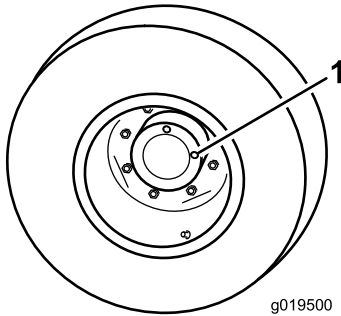

Figure 102
1. Amenez la machine sur une surface plane et horizontale, tournez la roue de sorte à placer un bouchon de contrôle à la position 12 heures et l'autre à la position 3 heures (Figure 102).
1. Bouchon de contrôle/vidange (2)
2. Retirez le bouchon qui est à la position 3 heures (Figure 102).